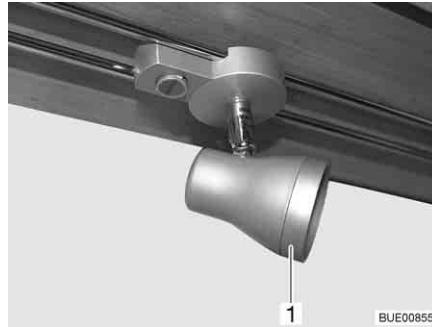

Fig. 288 Foco halógeno (desplazable)
- Girar el anillo exterior (Fig. 288,1) en sentido contrario a las agujas del reloj hasta que se suelte de la carcasa.